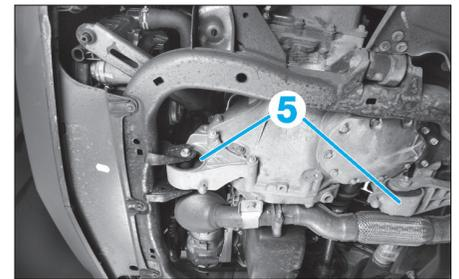

FIG. 6
- les silentblochs des supports de boîte de vitesses (5) (Fig.6),